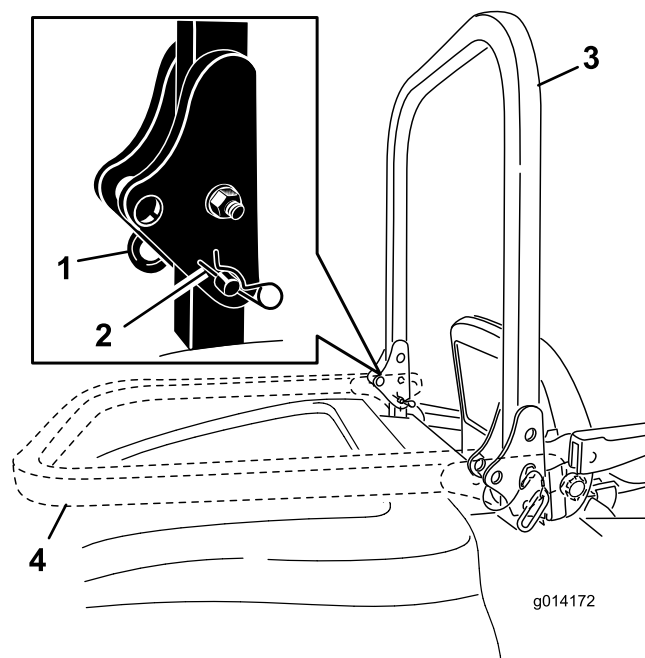

図 10
1. ROPS を下げるには、バーを前方に押し固定ピンに掛かっている力をゆるめた状態で、左右の固定ピンを抜き取る(図 10)。
2. バーを降ろす(図 10)。
3. ピンとヘアピン・コッターで固定する(図 10)。
4. ROPS を立てるには、機体の左右でヘアピン・コッターを抜き、ピンを外す(図 10)。
5. ROPS をまっすぐに立ててピンで固定し、ヘアピン・コッターでロックする(図 10)。